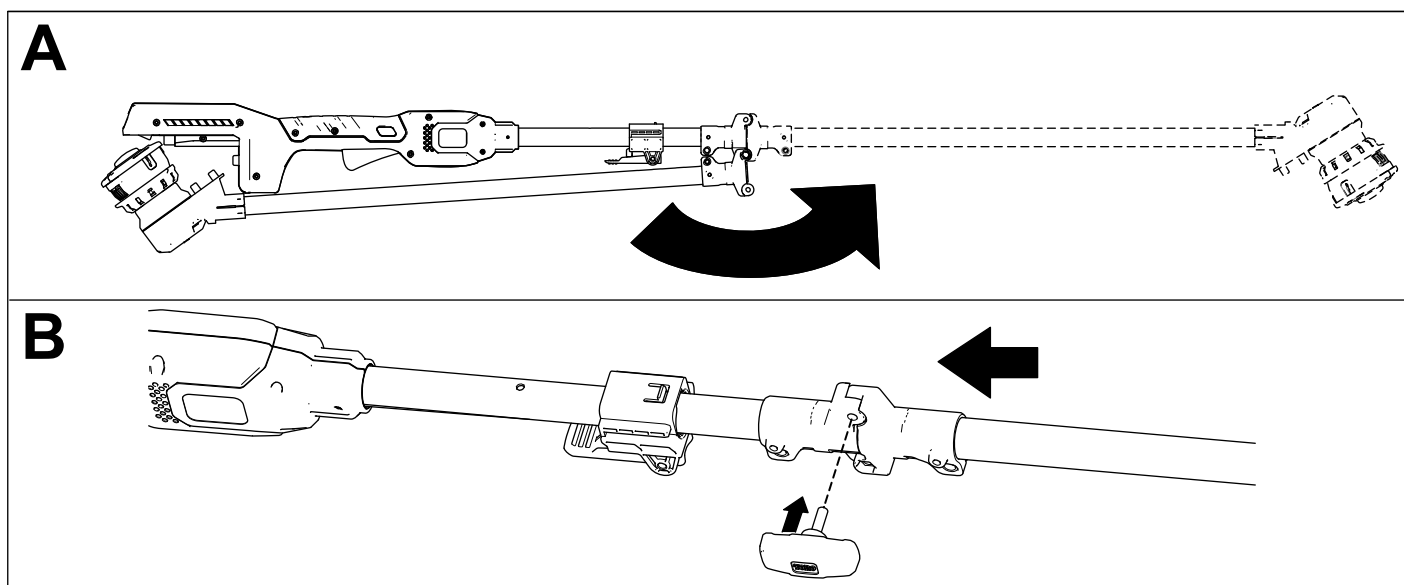

Figura 3
1. Despliegue el mango (Figura 3, A).
2. Instale el pomo del conector para fijar el mango (Figura 3, B).